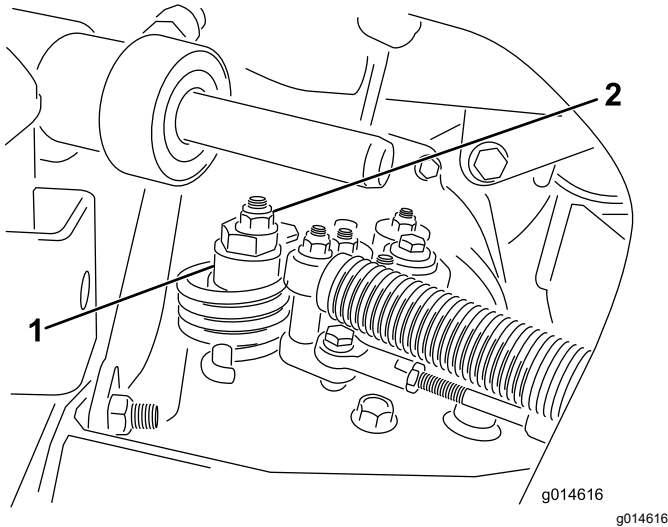

Bild 43
- A. Lsen Sie die Mutter, mit der der Exzenter oben am Hydrostat befestigt ist (Bild 43).
- C. Drehen Sie den Exzenter, bis kein Kriechen in jeder Richtung auftritt. Ziehen Sie die Schraube fest, wenn sich das Rad nicht mehr dreht, um den Exzenter und die Einstellung zu arretieren (Bild 43). berprfen Sie die Einstellung, wenn die Gasbedienung in der LANGSAM- und SCHNELL-Stellung ist.